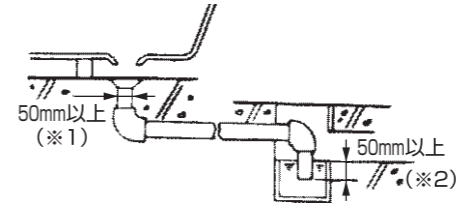

図1
- ① 間接排水の場合は、浴槽の排水口下に径50mm以上の排水管を設けてください。(図1 ※1参照)
- 排水配管の途中には下水ガスが浴室内に逆流しないよう必ずトラップ(封水深50mm以上)を設けてください。(図1 ※2参照)